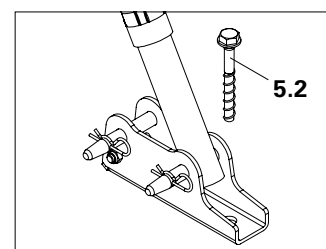

Fig. A3.03.2
- Tilslutning til fundamentet eller bunddrager f.eks. med Fodplade RSS og PERI Ankerbolt 20 x 130 (5.2). (Fig. A3.03.2)